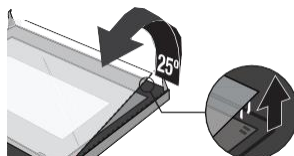

Рис. 4
4. Осторожно отделите стекло, подняв его на угол примерно 25°. (Рис. 4)